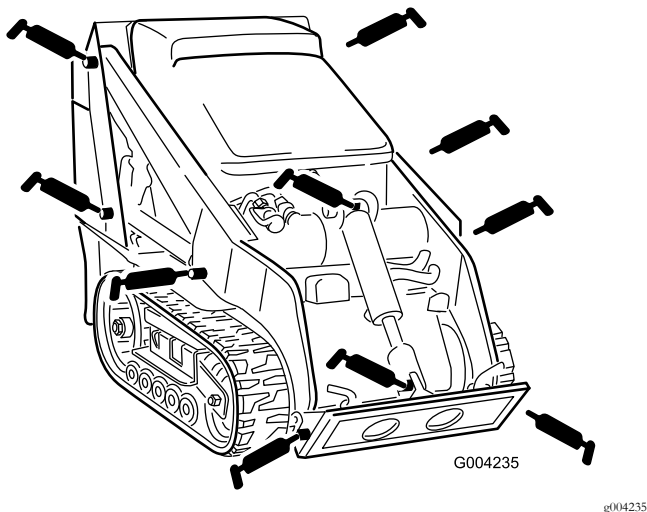
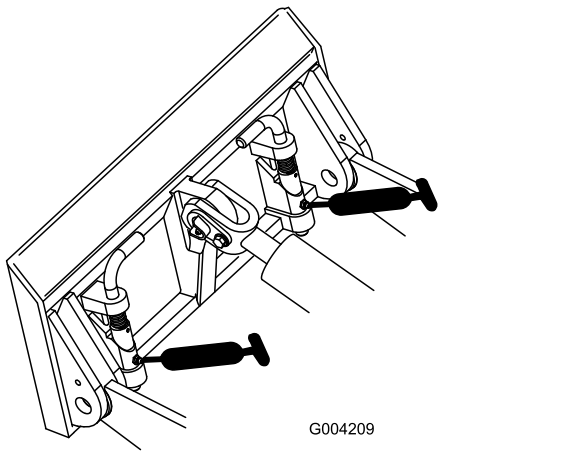

Figura 34
Figura 35
3. Conecte una pistola de engrasar a cada punto de engrase (Figura 34 y Figura 35).